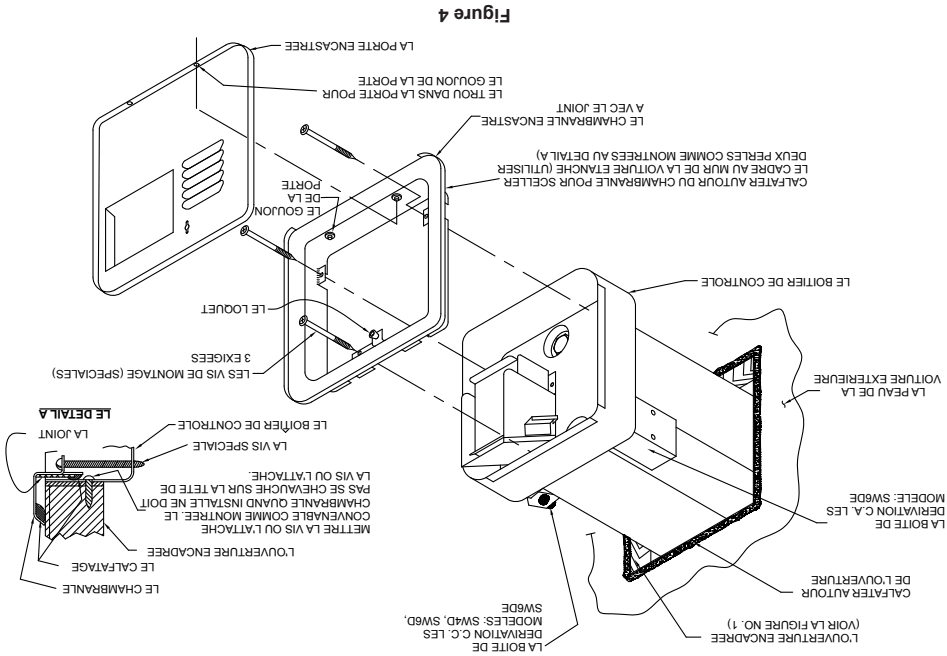

Figure 4
- (Voir la Figure 4 pour l'illustration)
- Se référer à la Figure 4 pour l'emplacement de la boîte de dérivation C.A. sur les modèles SW6DE. Se référer à la Figure 9 pour la boîte de dérivation C.A. sur le modèle SW6DEM.